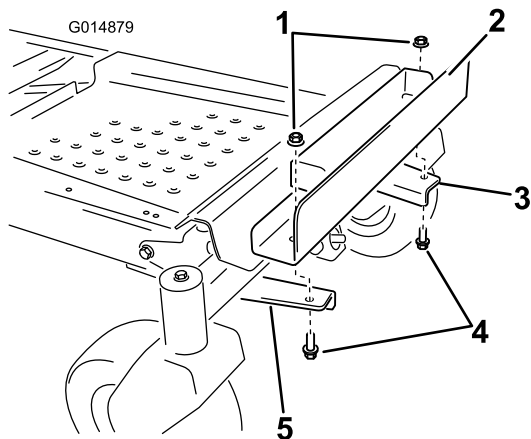

Figura 8
6. Instale la bandeja del peso en los soportes de montaje (Figura 8). Alinee los taladros interiores de la bandeja con los soportes de montaje instalados anteriormente. Asegúrese de que la bandeja esté centrada sobre el bastidor. Sujétela con dos pernos y dos contratuercas (3/8 pulgada).